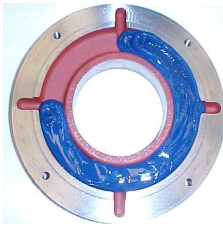

Рисунок 7.1. Внешняя крышка подшипника
- Заполните до ¼ емкостей внутренней и внешней крышек рекомендуемой смазкой (Рисунок 7.1) и смажьте подшипник качения надлежащим образом перед сборкой.